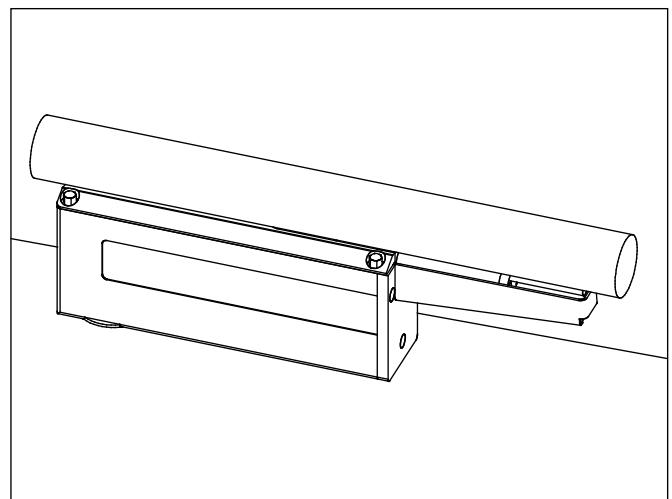

Fig. 9
- Per pezzi cilindrici lunghi con diametro pari o superiore a 30 mm, è possibile montare MarSurf GD 25 / GD 25 plus "capovolta" in modo che il prisma di appoggio possa essere utilizzato come portapezzi (v. fig. 9). Rimuovere eventualmente il piedino di appoggio posteriore centrale.